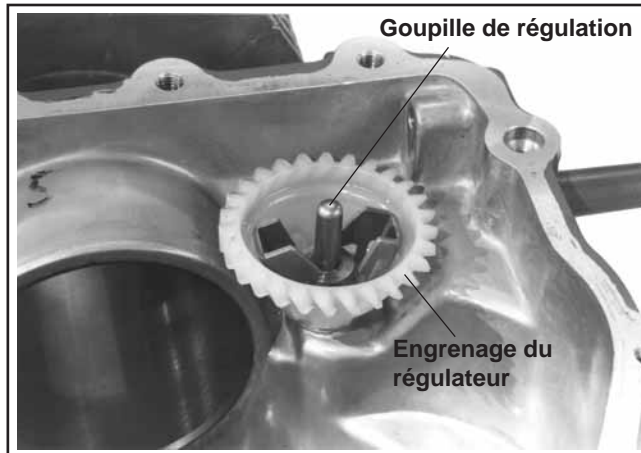

Figure 9-56. Dépose du réducteur du régulateur.
4. Si nécessaire, retirer le réducteur du régulateur et la goupille de régulation. Voir la figure 9-56.